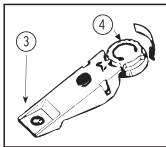

Imagen 2
4. Para seleccionar el alcance de riego, presione hacia abajo el seguro de ajuste de distancia (3) y gire la perilla de selección (4), de acuerdo a los indicadores MIN y MAX. (Imagen 2)